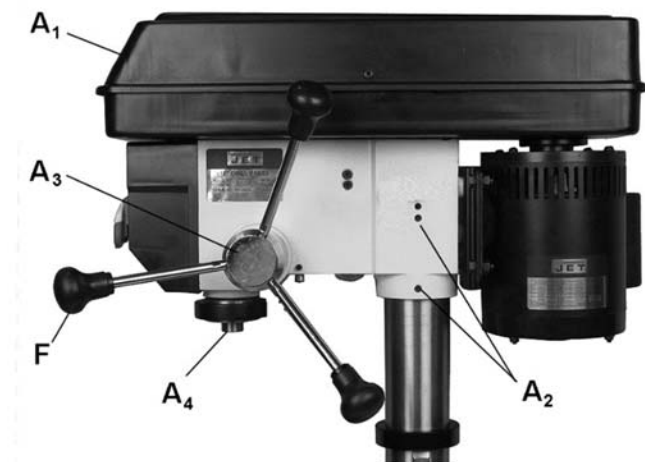

Рис. 7
1. Воспользовавшись помощью, осторожно наденьте сверлильную бабку на колонну (Рис. 7).
3. Плотнo затяните два установочных винта (А2, Рис. 7) с помощью 5 мм гаечного ключа.
См. Рис. 7 и 8:
Установите оставшуюся рукоятку (F, Рис. 7) на регулятор частоты вращения с противоположной стороны сверлильной бабки.
1. Отрегулируйте положение стола так, чтобы он располагался примерно на 180 мм ниже шпинделя (А4, Рис. 7) и зафиксируйте его.